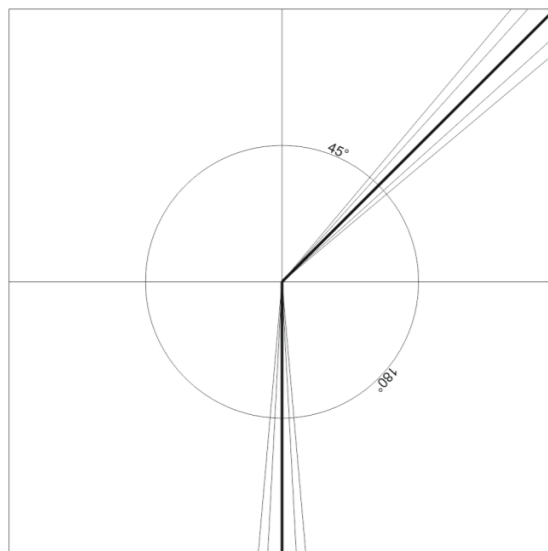

Рис. 12 Макет поля
5. Оценка поворота проводится на поле с выстроенной линейкой значений (Рис. 12), робот ставится ведущими колесами на центр, направление в сторону 0 градусов.